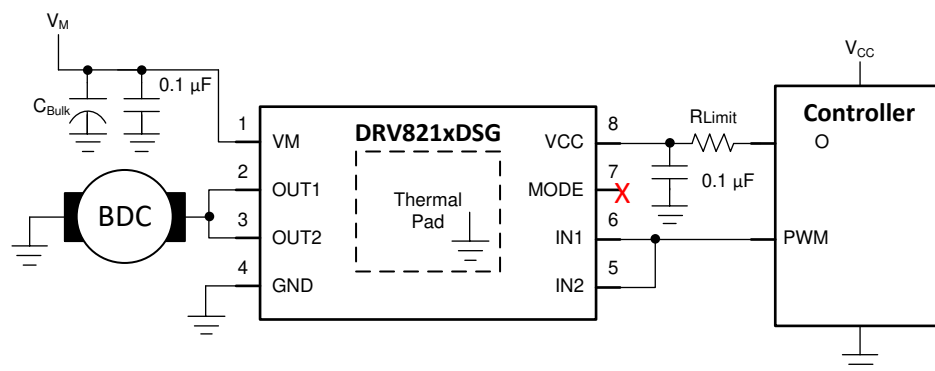
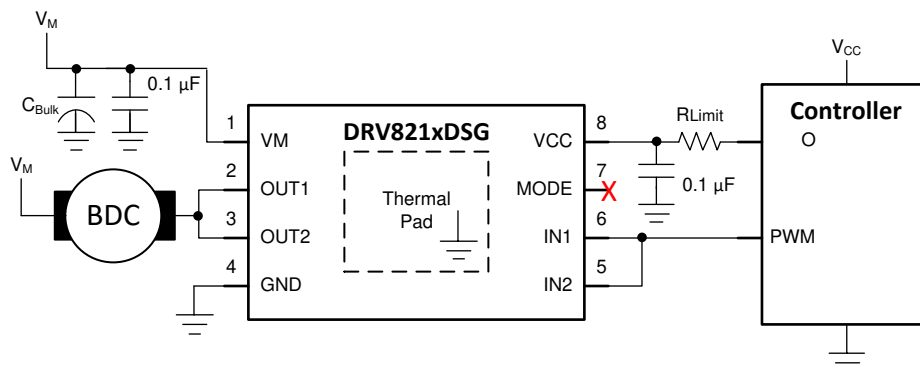

図 6-3. ハーフブリッジ モードを、出力が並列化されたハイサイドドライバとして使用する
図 6-4. ハーフブリッジ モードを、出力が並列化されたローサイドドライバとして使用する
3. コネクタ J3 の OUT1 と OUT2 を露出していない短いワイヤで短絡するか、OUT1 と OUT2 のテスト ポイントをクリップ付きの短いケーブルで短絡します。ワイヤが低抵抗で、最小 4A の連続ピーク電流に対応できることを確認します。モーターまたは所望の負荷の一端をコネクタ J3 の OUT1 または OUT2 に接続し、もう一端を VM (ローサイド駆動の場合) または GND (ハイサイド駆動の場合) に接続します。ブロック図については、図 6-3 および 図 6-4 を参照してください。